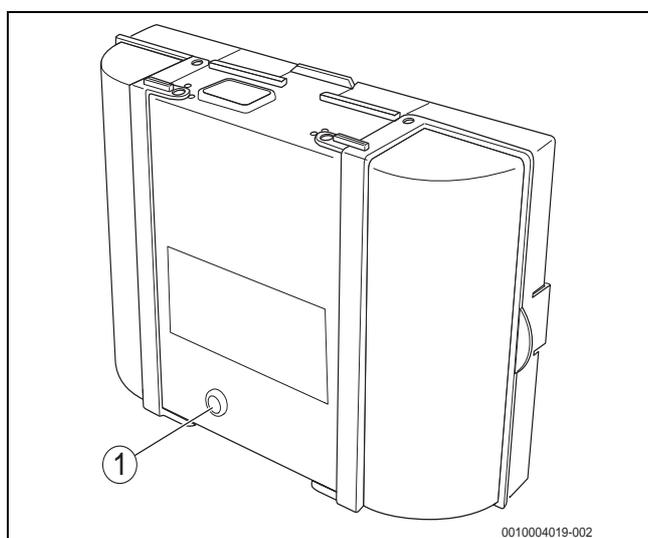

Рис. 90 Сброс неисправностей на автомате горения
- ▶ Нажмите кнопку «подавления помех» на автомате горения (→ рис. 90).